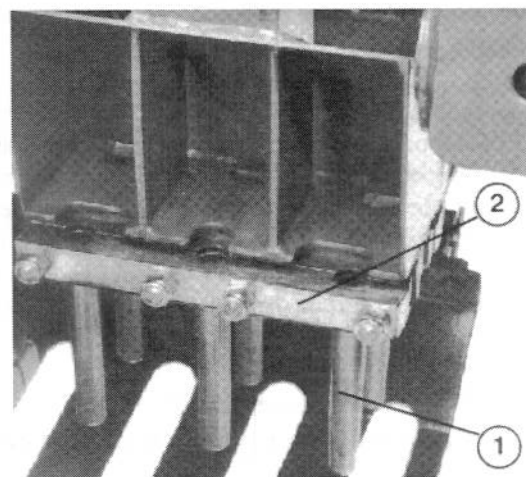

Figure 4
2. Desserrer les contre-écrous qui fixent les louchets et déposer ceux-ci (Fig. 4).